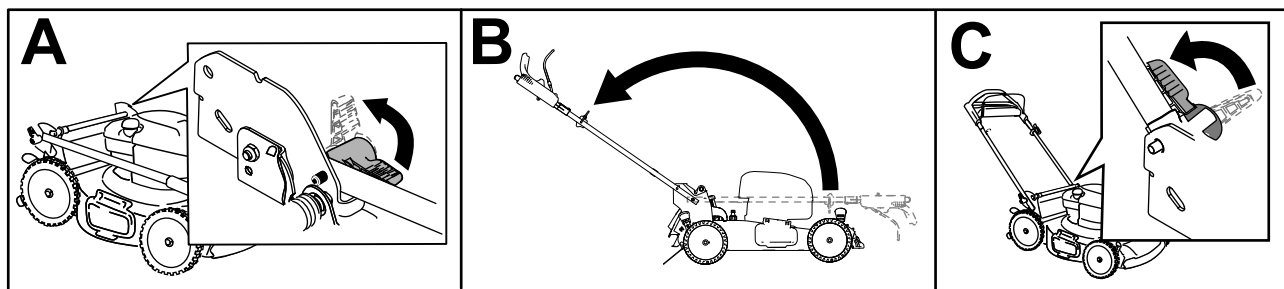

Figura 4
1. Desbloquee la palanca de cierre del manillar (Figura 4, A).
2. Mueva el manillar hacia atrás a la posición de uso (Figura 4, B).
3. Mueva la palanca de bloqueo del manillar hasta que el pasador se enganche en su sitio, para bloquear el manillar en la posición de uso (Figura 4, C).